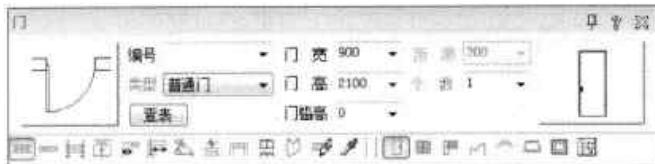

图16-65 “门”对话框
**Step 01** 启动天正建筑 2013 软件，打开“绘制墙体.dwg”素材文件。在天正工具栏中，执行“门窗>门窗”命令，打开“门”对话框，如图 16-65 所示。